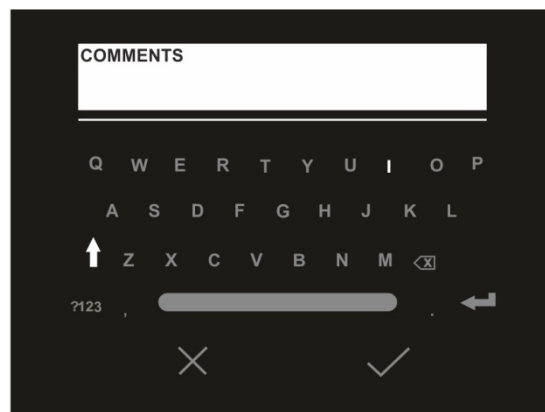

Fig. 47: Insérer une annotation textuelle dans l'image
4. Touchez l'icône «» pour insérer une annotation textuelle dans l'image. La page-écran de la Fig. 47 – partie droite s'affiche à l'écran